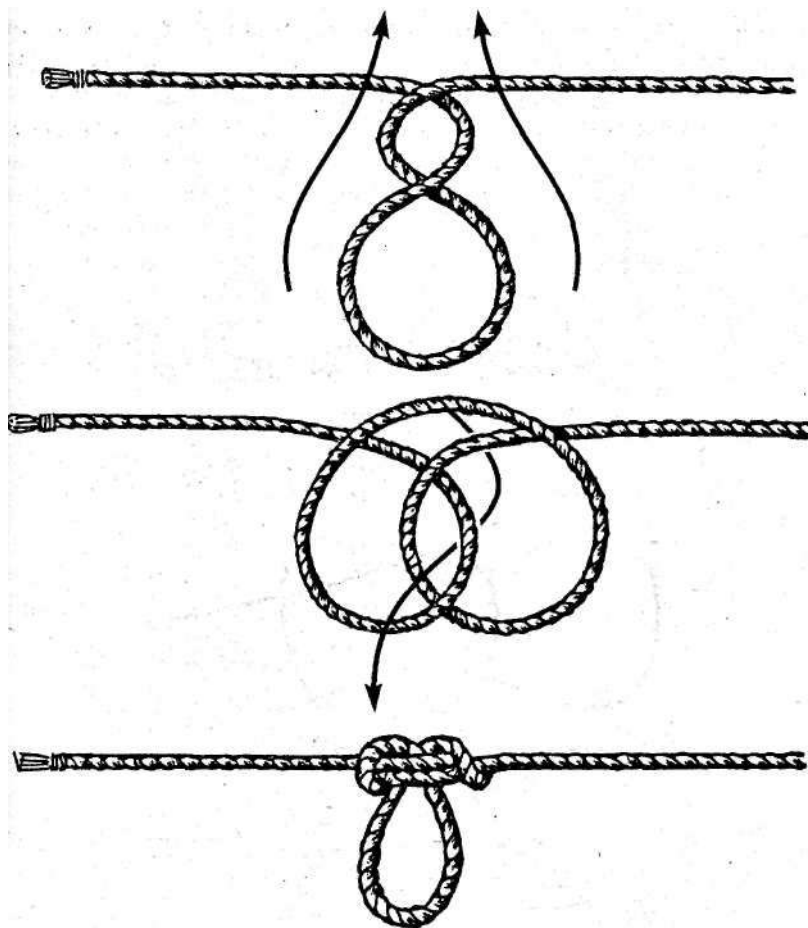

Рис. 94. Способ завязывания австрийского проводника
**Способ завязывания узла:** последовательность выполнения операций при завязывании данного узла показана на рис. 94.